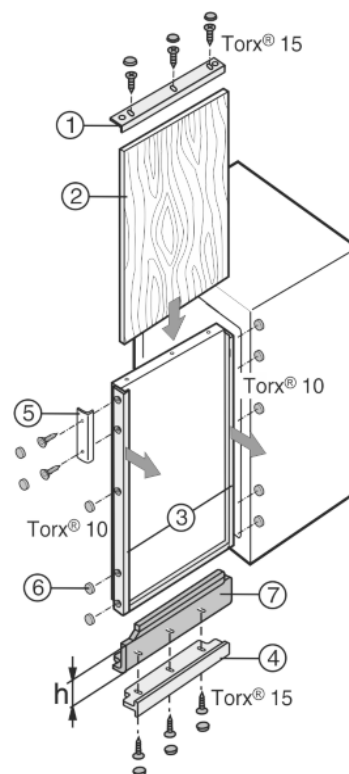

Fig. 40
- ▶ Dekorační rámeček *Fig. 40 (1, 4)* nahoře a dole odšroubujte.
- ▶ U všech ostatních dekoračních rámečků *Fig. 40 (3)* šrouby pouze povolte a dekorační rámeček posuňte dopředu.
- ▶ Dekorační desku *Fig. 40 (2)* zasuňte.
- ▶ Vyrovnávací krycí lišty *Fig. 40 (7)* nasadte dole nebo nahoře.
- ▶ Dekorační rámeček *Fig. 40 (1, 4)* nasadte přes ně a přišroubujte.
- ▶ Dekorační rámeček *Fig. 40 (3)* zatlačte zpět a přišroubujte.
- ▶ Přišroubujte madlo *Fig. 40 (5)*.
- ▶ Na všechny hlavy šroubů nasadte krytky *Fig. 40 (6)*.
Pokud už dekorační deska existuje, ale je příliš malá na výšku, lze ji upravit pomocí různě vysokých vyrovnávacích krycích lišt *Fig. 40 (7)*.